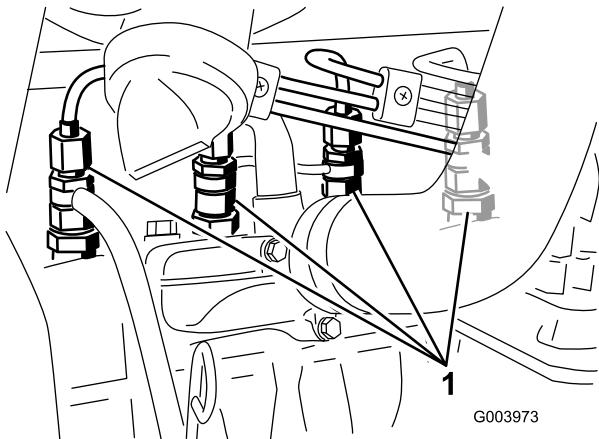

Рисунок 31
1. Ослабьте соединение трубы к соплу № 1 и держателю в сборе (Рисунок 31).